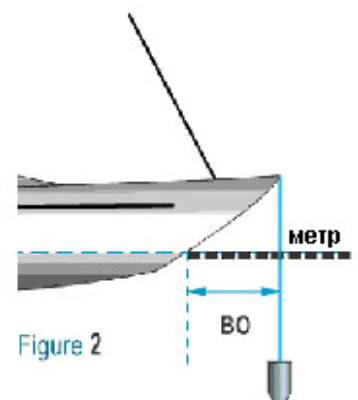

Figure 2
- С помощью деревянной градуированной планки (линейки), находящейся на поверхности воды, измерить расстояние между форштевнем на уровне воды и нитью с грузилом. (Figure 2)